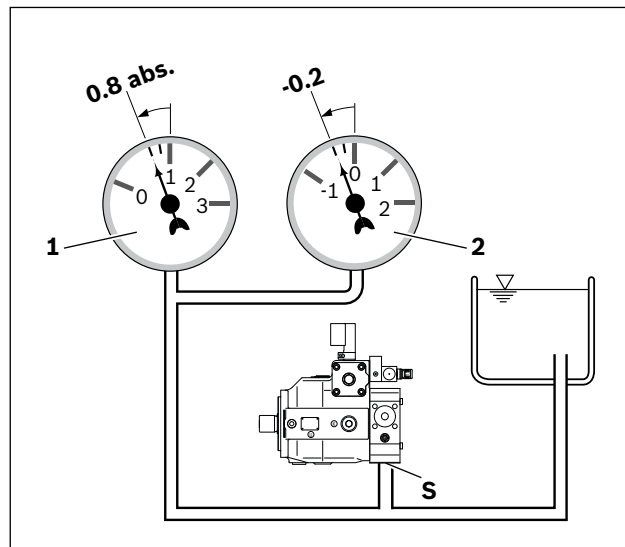

Abb. 7: Saudruck
- Stellen Sie sicher, dass für die Axialkolbenpumpe in allen Einbaupositionen und Einbaulagen im Betrieb ein minimaler Saugdruck von 0.8 bar absolut bei Nenngroße 71 und 125 bzw. 5 bar absolut bei Nenngroße 450 am Anschluss **S** vorliegt, siehe Abb. 7. Weitere Druckwerte siehe Datenblatt.